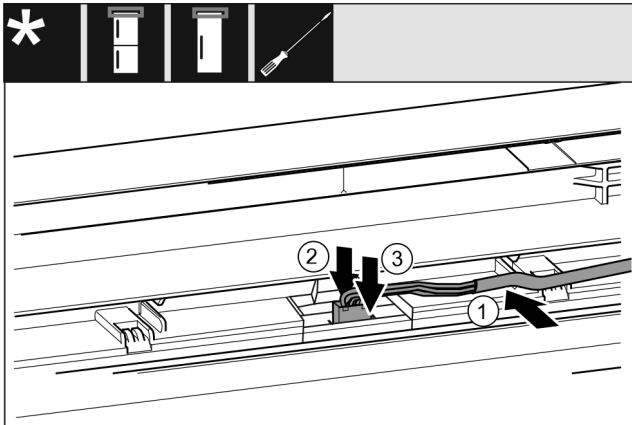

Fig. 61 Kombinált hűtő-fagyasztókészülékek / fagyasztókészülékek / hűtőkészülékek*
- ▶ Helyezze be a kábelt Fig. 61 (1) felső ajtóban lévő vezetősínbe.*
- ▶ Nyomja hátrafelé a reteszelő bütyköt Fig. 61 (2).*
- ▶ Pattintsa be a dugót Fig. 61 (3).*